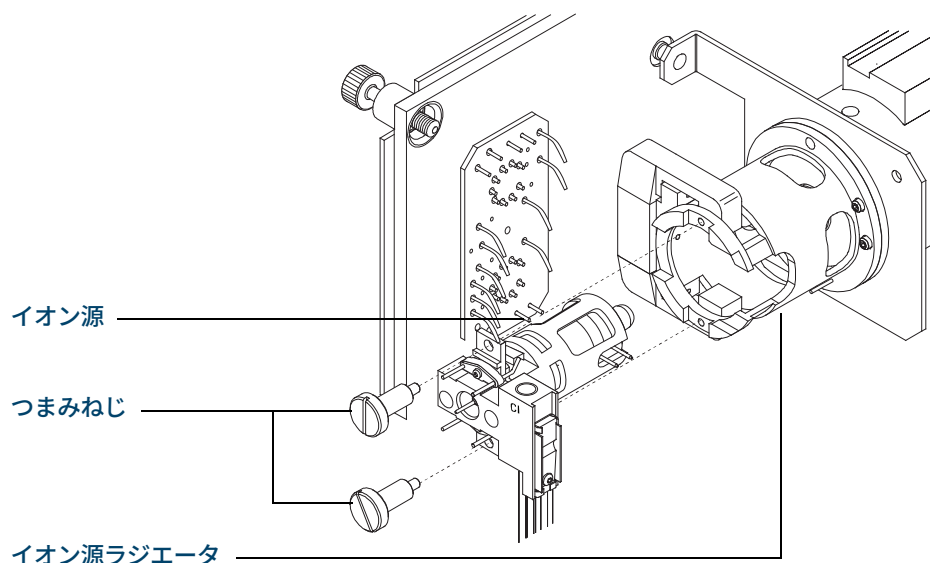

図 80. CI イオン源の取り付け
- 3 CI イオン源をラジエータの中に入れます。(図 80 を参照してください)。
- 4 つまみねじを取り付けます。(図 80 を参照してください)。